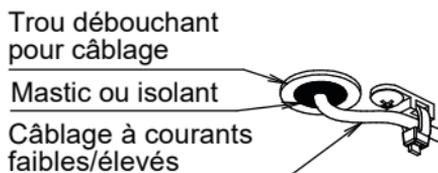

Figure 6
- Afin d'empêcher que de petits animaux tels que des insectes s'introduisent, bloquez le trou de passage pour courants faibles et élevés à l'aide de mastic ou de matériau d'isolation thermique (à fournir) afin qu'il n'y ait pas d'espaces vides, reportez-vous à la Figure 6.